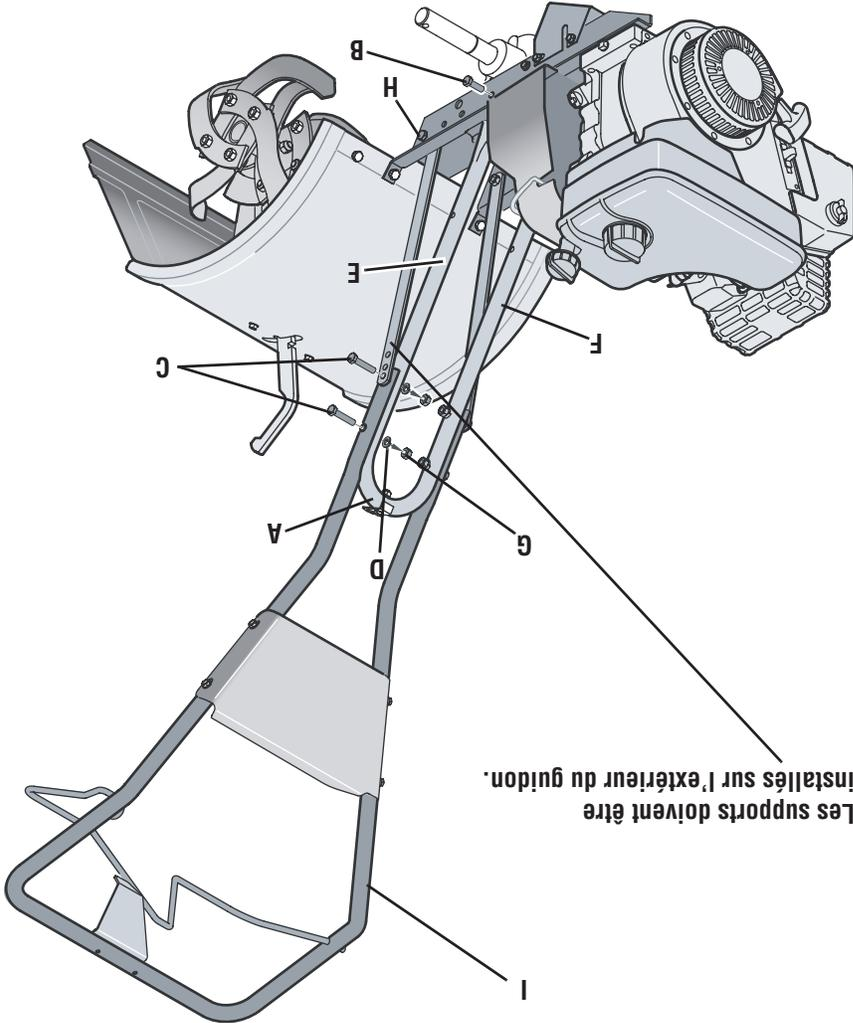

Fig. 2.2: Installation du guidon
- Utilisez deux vis de 5/16 po – 18 x 1 1/2 po (C), deux rondelles-trein fendues de 5/16 po (D) et deux écrous à six pans de 5/16 po – 18 (G) pour attacher le support du guidon (A) dans les trous supérieurs sans le serrer. Puis serrez les deux vis à fond.
- Trois trous de réglage de la hauteur sont prévus dans les deux supports du guidon (E et F, Fig. 2-2). Choisissez le réglage qui positionne le guidon à la hauteur de votre taille quand les dents sont enfoncées à une profondeur de 3 à 4 po dans le sol. Attachez, sans les serrer, les supports sur l'extérieur du guidon (I) avec deux vis de 5/16 po – 18 x 1 1/2 po (G), deux rondelles-trein fendues de 5/16 po (D) et deux écrous à six pans de 5/16 po (G). REMARQUE : Si un support ne bouge pas, desserrez la vis (H) et l'écrou.
| 1 | Support du guidon (voir A, Fig. 2-2) |
| 1 | Guidon (voir K, Fig. 2-2) |
1. Attachez, sans les serrer, les pattes du support du guidon (A, Fig. 2-2) sur les côtés intérieurs du cadre du motoculteur avec deux vis à tête hex. de 3/8 po – 16 x 3/4 po (B), deux rondelles plates de 3/8 po et deux contre-écrous à six pans de 3/8 po – 16.